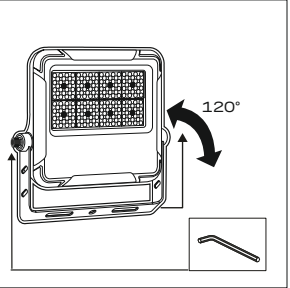
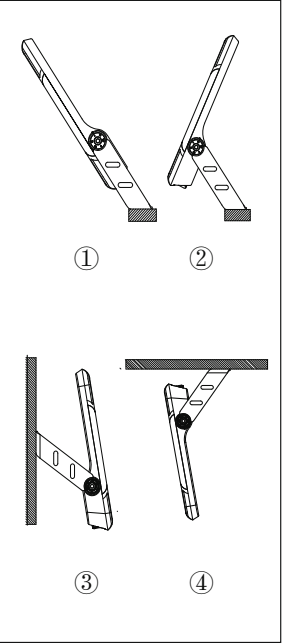

Рис. 2
Рис. 5
- 5.12 Закрепить осветительный прибор на устанавливаемой поверхности, ослабить боковые винты с помощью шестигранника, отрегулировать угол наклона осветительного прибора (рис. 5), после чего надежно затянуть боковые винты (рис. 2).